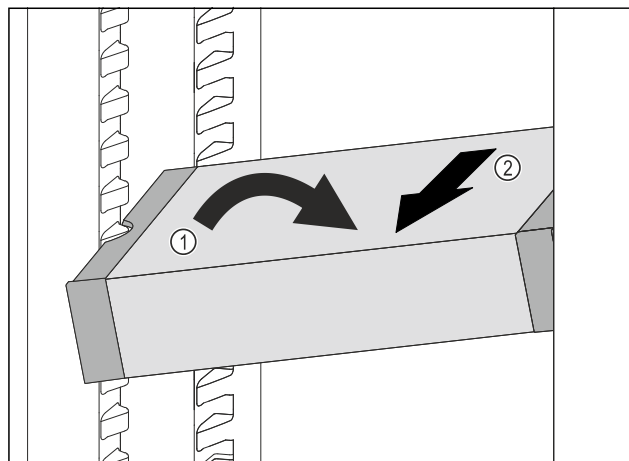

Fig. 146
- VarioSafe postavte v chladničce šikmo. Fig. 146 (1)
- VarioSafe odeberte směrem dopředu. Fig. 146 (2)